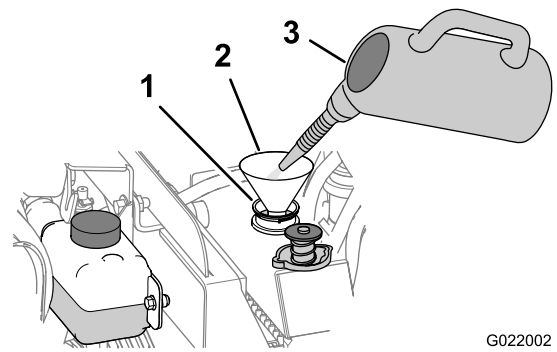

Figura 139
- B. Adicione uma solução para limpeza do sistema de arrefecimento no radiador através do bocal de enchimento (Figura 139).